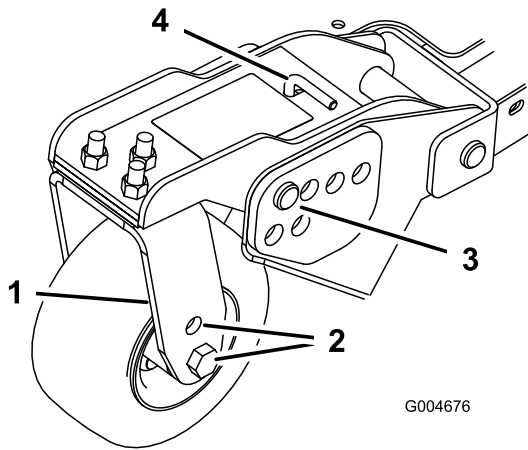
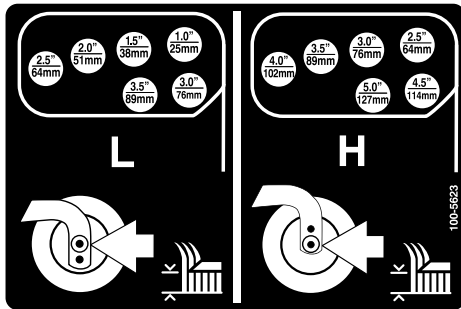

Figura 27
Figura 28
1. Coloque los ejes de las ruedas giratorias en el mismo taladro en todas las horquillas (Figura 25 y Figura 27).
6. Retire la chaveta y los pasadores de los brazos de pivote de las ruedas giratorias (Figura 27).
7. Gire la varilla tensora para elevar o bajar el brazo de pivote hasta que los taladros estén alineados con los taladros seleccionados del soporte de ajuste de la altura de corte en el bastidor de la carcasa de corte (Figura 27 y Figura 28).